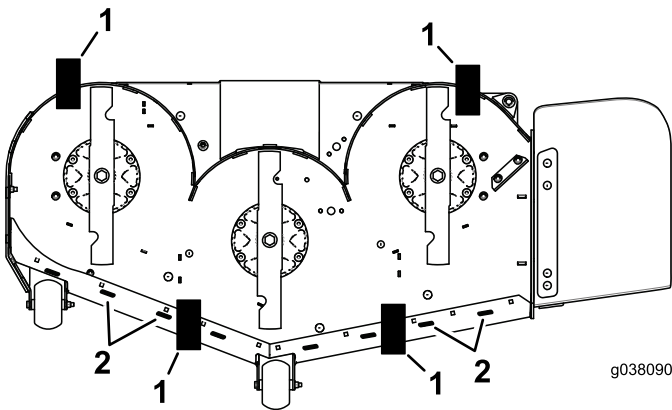

Figura 121
9. Coloque dos bloques (consulte la tabla siguiente) debajo del borde trasero del faldón de la carcasa de corte, uno en cada lado de la carcasa (Figura 121).